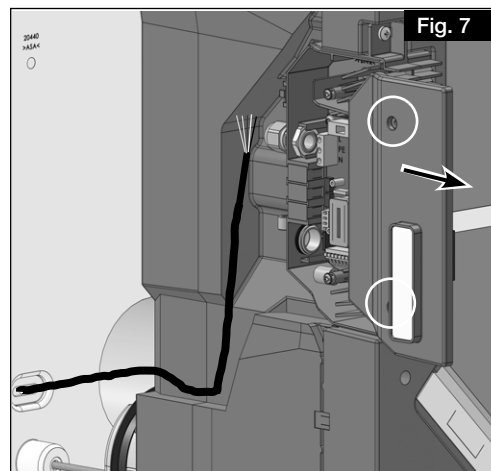

Fig. 7
2. Desserrer les deux vis du couvercle de la boîte à bornes et retirer le couvercle (voir Fig. 7). Veiller à ce que le câble plat du clavier à membrane ne soit soumis à aucune contrainte.